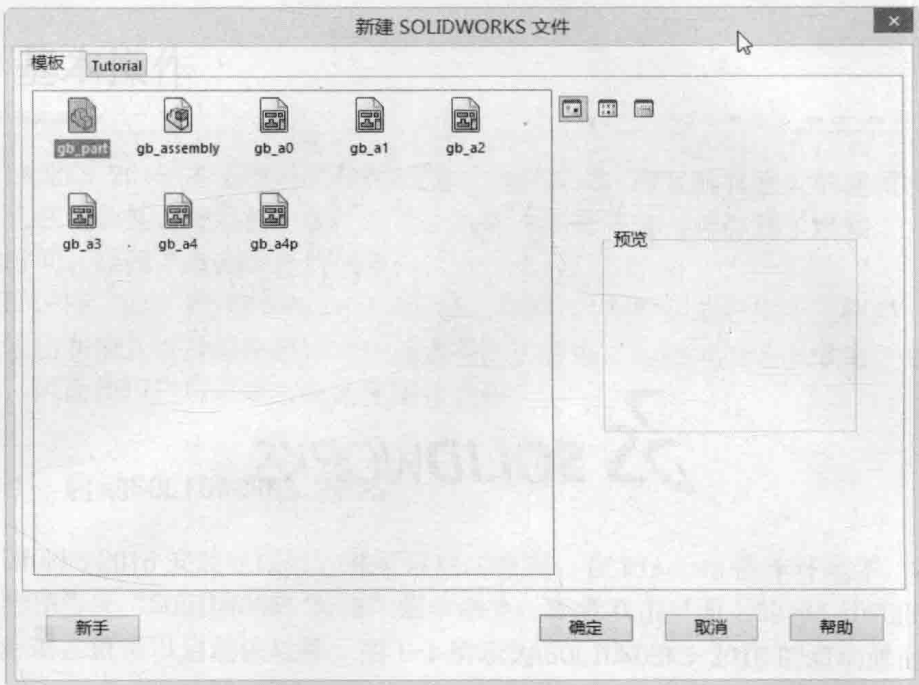
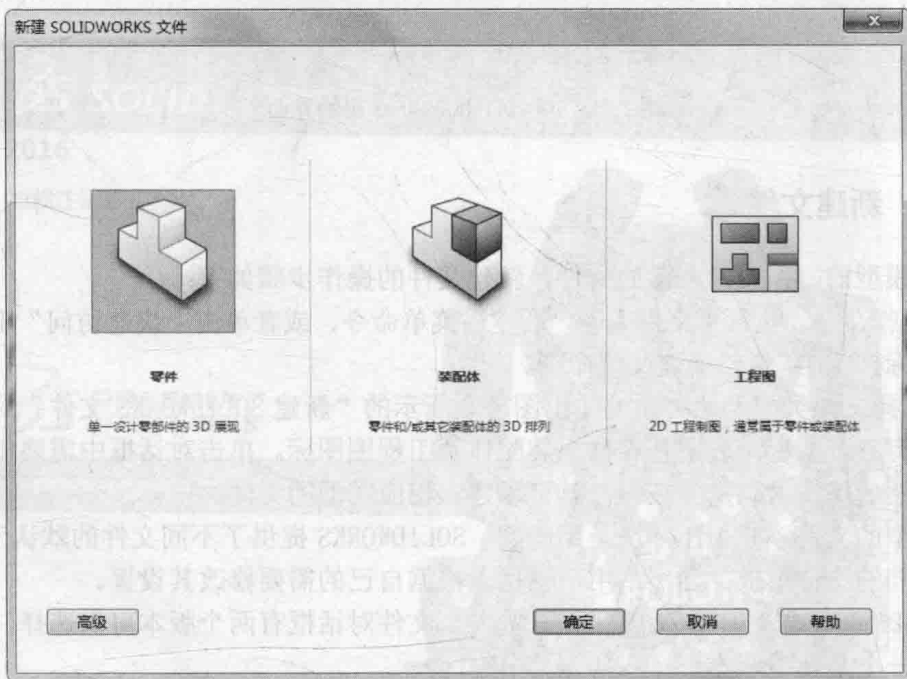

图 1-3 “新建 SOLIDWORKS 文件”对话框
图 1-4 新手版本“新建 SOLIDWORKS 文件”对话框
**02** 选择文件类型。此时系统弹出图 1-3 所示的“新建 SOLIDWORKS 文件”对话框。在该对话框中有三个图标，分别是零件、装配体及工程图图标。单击对话框中需要创建文件类型的图标，然后单击“确定”按钮，就可以建立相应类型的文件。
高级版本在各个标签上显示模板图标的对话框，当您选择某一文件类型时，模板预览将出现在预览框中。在该版本中，用户可以保存模板添加自己的标签，也可以选择 Tutorial 标签来访问指导教程模板，如图 1-3 所示。
单击图 1-3 中的“新手”按钮就会进入新手版本显示模式，如图 1-4 所示。该版本中使用较简单的对话框，提供零件、装配体和工程图文档的说明。